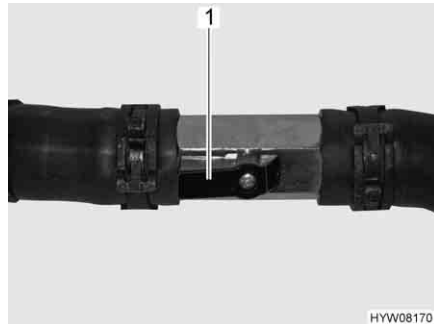

Bild 186 Absperrhahn geöffnet
- Den Hebel (Bild 186,1) parallel zur Rohrleitung stellen (Bild 186). Je weiter der Absperrhahn geöffnet wird, desto höher ist die Heizleistung.